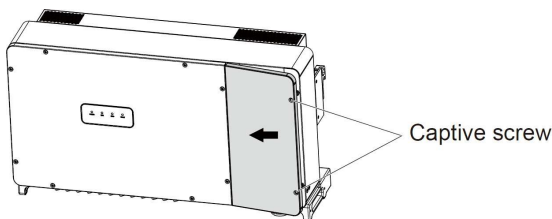

Fig. 4-4 Abrir a tampa superior da caixa combinadora
- Aterramento interno: o inversor possui um polo de aterramento interno localizado no lado direito da barra de CA, conforme mostrado na Fig. 4-4 à esquerda